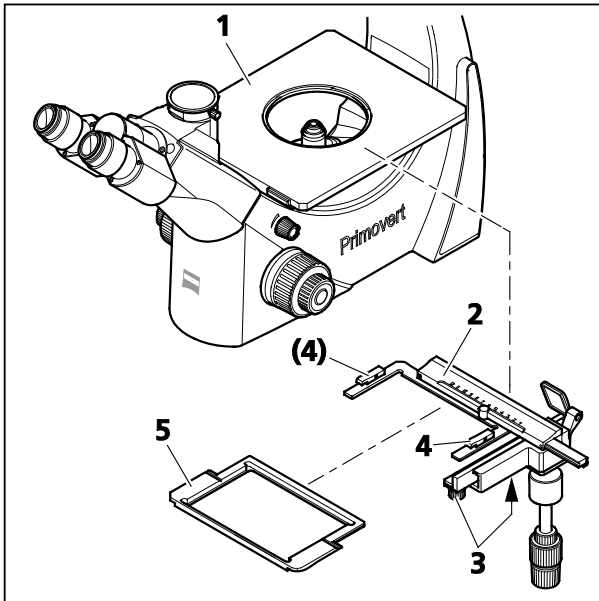

Bild 8 Objektführer montieren und Halte-rahmen einsetzen
- Objektführer (Bild 8/2) von unten an der rechten Seite des Objektisches (Bild 8/1) ansetzen und mit den beiden Rändelschrauben (Bild 8/3) des Objektführers festschrauben.
- Je nach vorgesehenem Probengefäß den Universal-Halterahmen M oder Halterahmen für Mikrotiterplatten 96 Positionen (Bild 8/5) in den Objektführer einsetzen. Dabei darauf achten, dass der Halterahmen ordnungsgemäß in die beiden Halteklammer (Bild 8/4) einrastet.